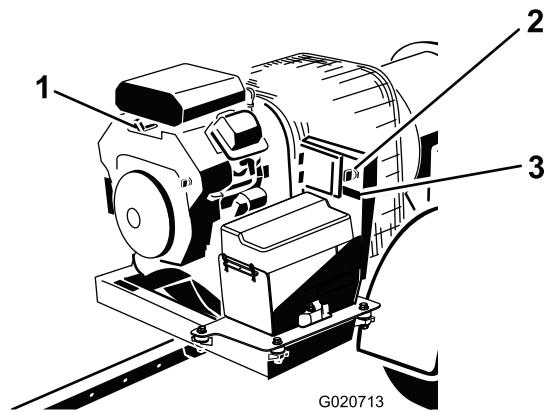

Figura 14
3. Gire la llave de contacto a la posición de Arranque y suéltela rápidamente a la posición de Conectado (Figura 14). Esto "despierta" el receptor.
4. Si va a abandonar la máquina, gire la llave a la posición de Desconectado y retírela del motor (Figura 14).